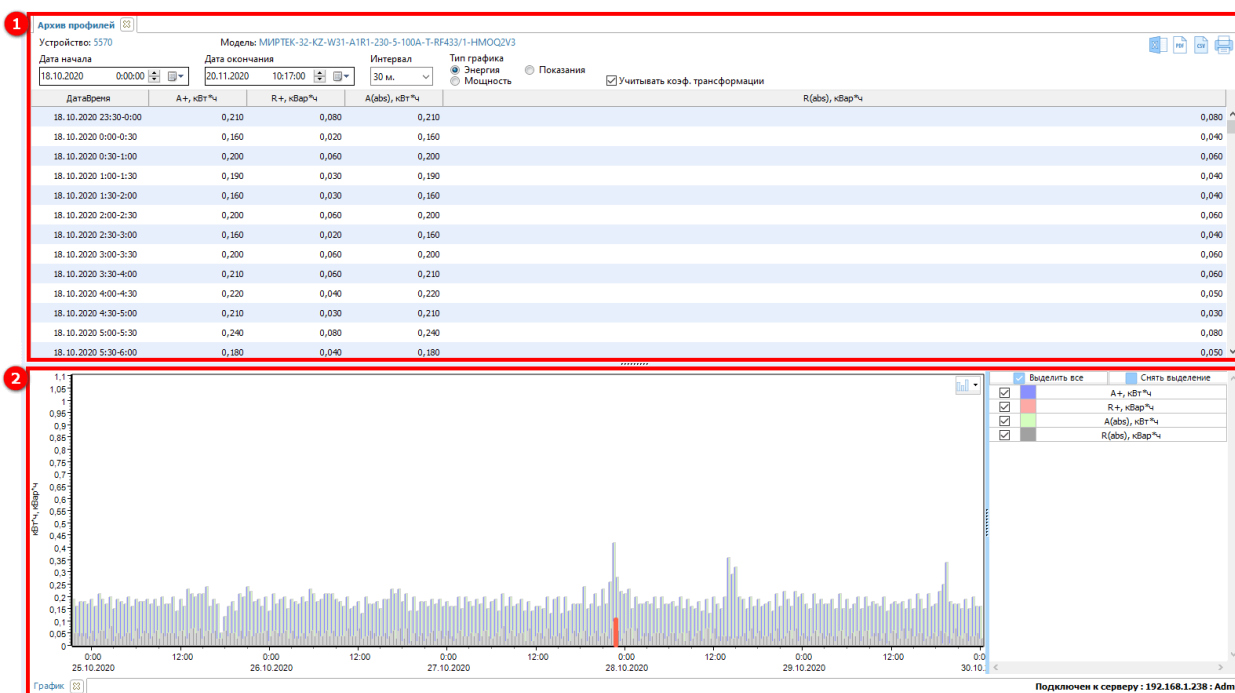

Рисунок 75 – Графическое отображение данных
В основном окне программы информация будет представлена в виде двух вкладок – в верхней части выбранная вкладка (1) (см. рисунок 75), в нижней – график (2).